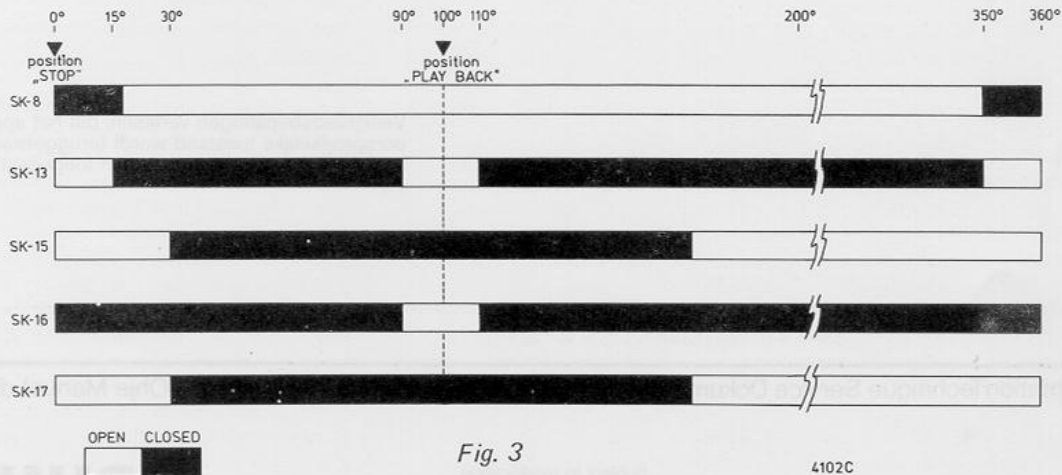

Fig. 3
In de tabel (fig. 3) staat vermeld wanneer de diverse schakelaars zijn geopend of gesloten. Ook hier heeft de gradenverdeling betrekking op de kommandoschijf.
C. WEERGEVEN (fig. 3, 4 en 6)
D. WISSELEN (fig. 3, 4, 5 en 6)
E. STOPPEN (fig. 3, 5 en 6)